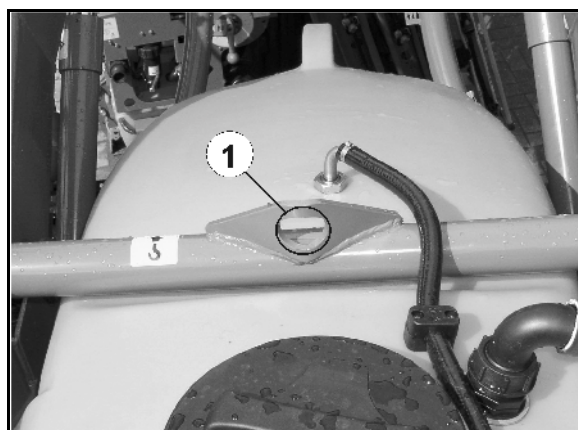
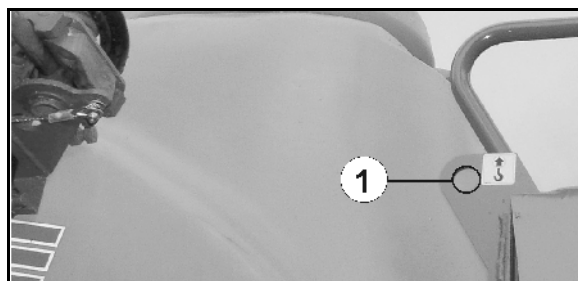

Fig. 93
Fig. 94
- 3000 kg detrás (Fig. 93)
- 1500 kg delante (Fig. 94 / Fig. 95)
Hay 3 puntos de sujeción en la máquina (Fig. 93/1, Fig. 94/1, Fig. 95/1).